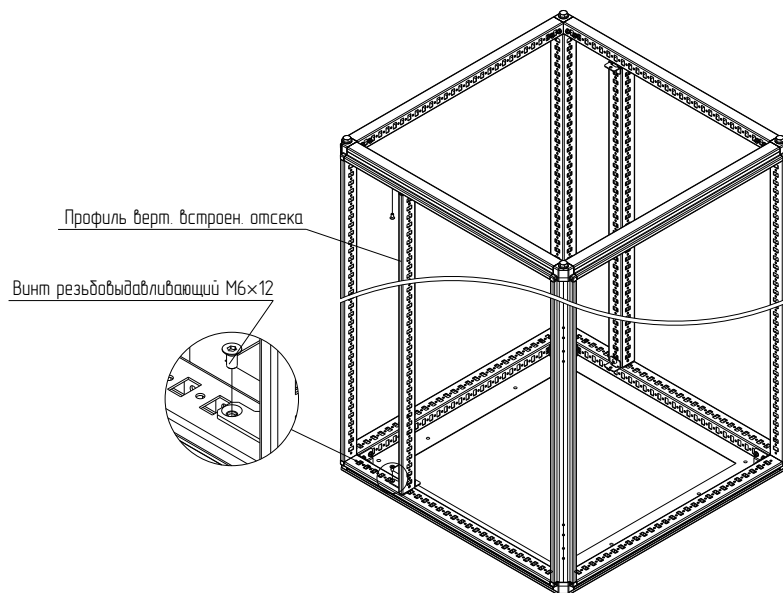

Рисунок 97
4.33.4 Закрепить на крыше и основании профиль вертикальный встроенного отсека винтами М6×12 (рисунок 97). Момент затяжки – 7 Н·м. Профиль горизонтальный встроенного отсека должны быть параллельны друг другу.